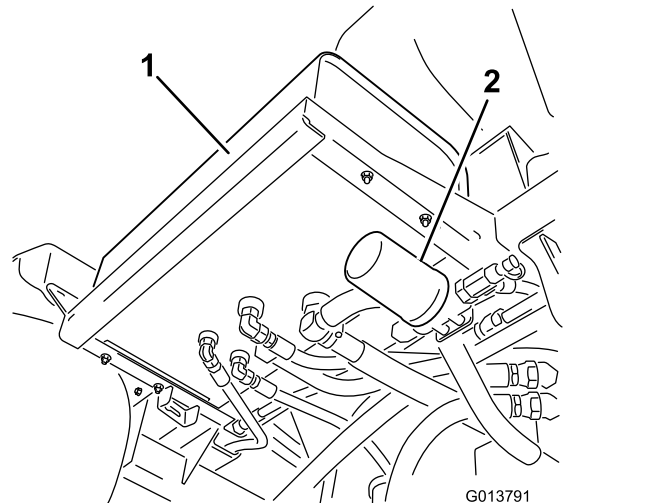
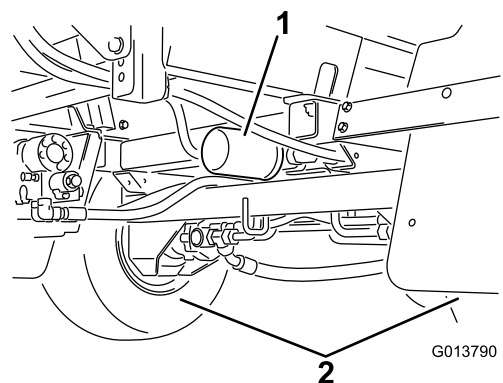

Figura 98
Figura 99
2. Localice los dos filtros hidráulicos en la máquina (Figura 98 y Figura 99).